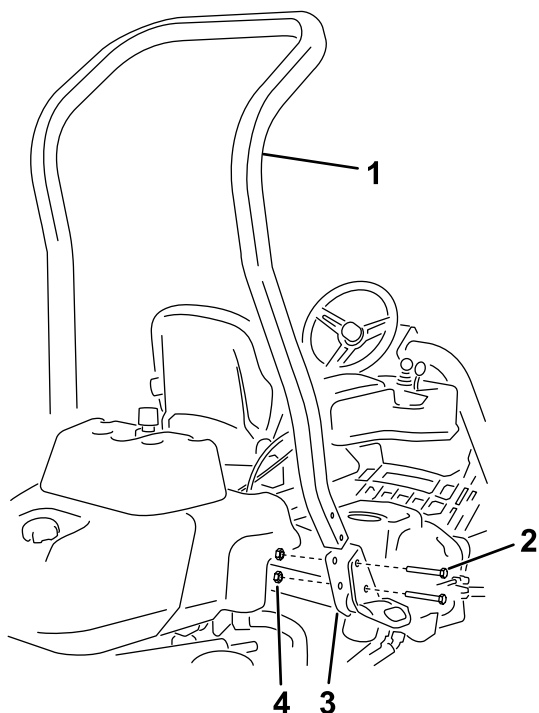

Figura 3
3. Utilizzate 4 bulloni ($\frac{1}{2}$ " x $3\frac{3}{4}$ "") e 4 dadi flangiati ($\frac{1}{2}$ "") per montare il roll bar nelle staffe del ROPS su ciascun lato della macchina, come illustrato nella Figura 3.